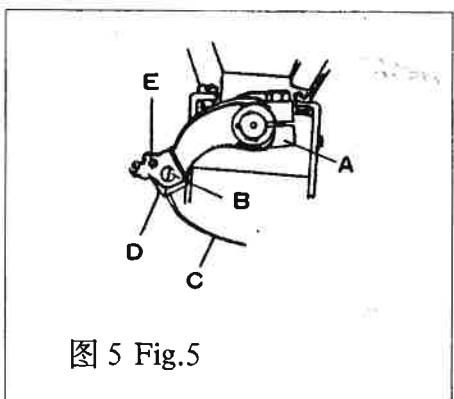

图 5 Fig.5
4. 机针调换方法(图 5)
4 .Needle repalcement(Fig.5)